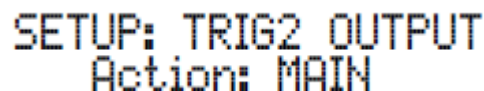

Рисунок 25
12.Поворачивайте регулятор INPUT CONTROL до тех пор, пока не будет отображена индикация “SETUP: TRIG1 2 OUTPUT, Action: MAIN”. Смотрите рисунок 25.